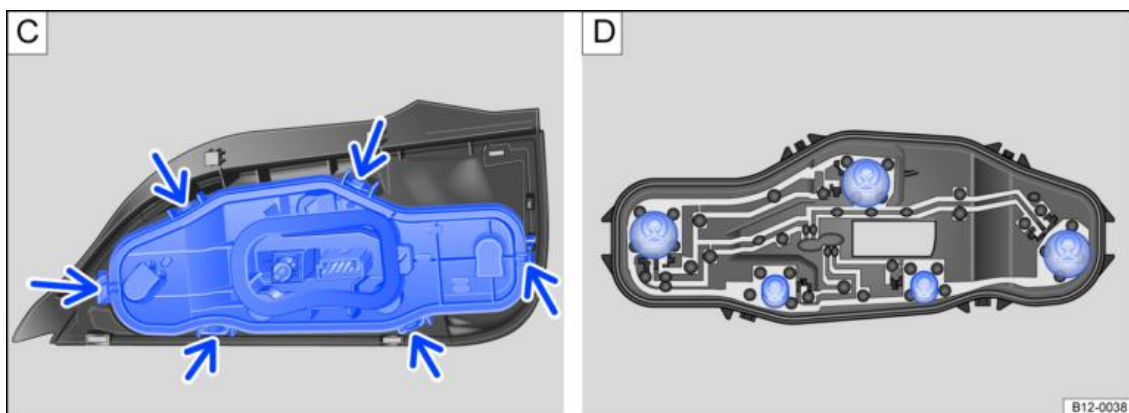

Fig. 2 Gruppo ottico posteriore: smontaggio del portalampade
1. Sbloccare il portalampada agendo sulle linguette → *fig. 2* **C** (freccie) ed estrarlo poi dal gruppo ottico posteriore.
2. Sostituire la lampadina difettosa con una dello stesso tipo → *fig. 2* **D**.
3. Inserire il portalampade nel gruppo ottico. Quando si chiudono le linguette (freccie), si deve sentire chiaramente uno scatto → *fig. 2* **C**.